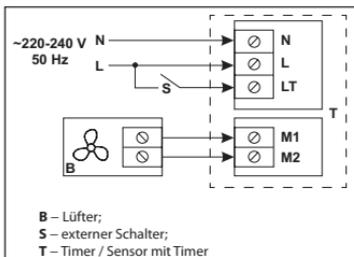

Abb. 4. Anschlussschema
9. Schliessen Sie die Drähte an die Klemmleisten laut dem Anschlussschema, Abb. 4.
10. Schliessen Sie die Drähte an die Klemmleisten laut dem Anschlussschema, Abb. 4.
Der Anschluss des Timers/ Sensors mit Timer erfolgt gemäß dem Anschlussschema in Abb. 4.